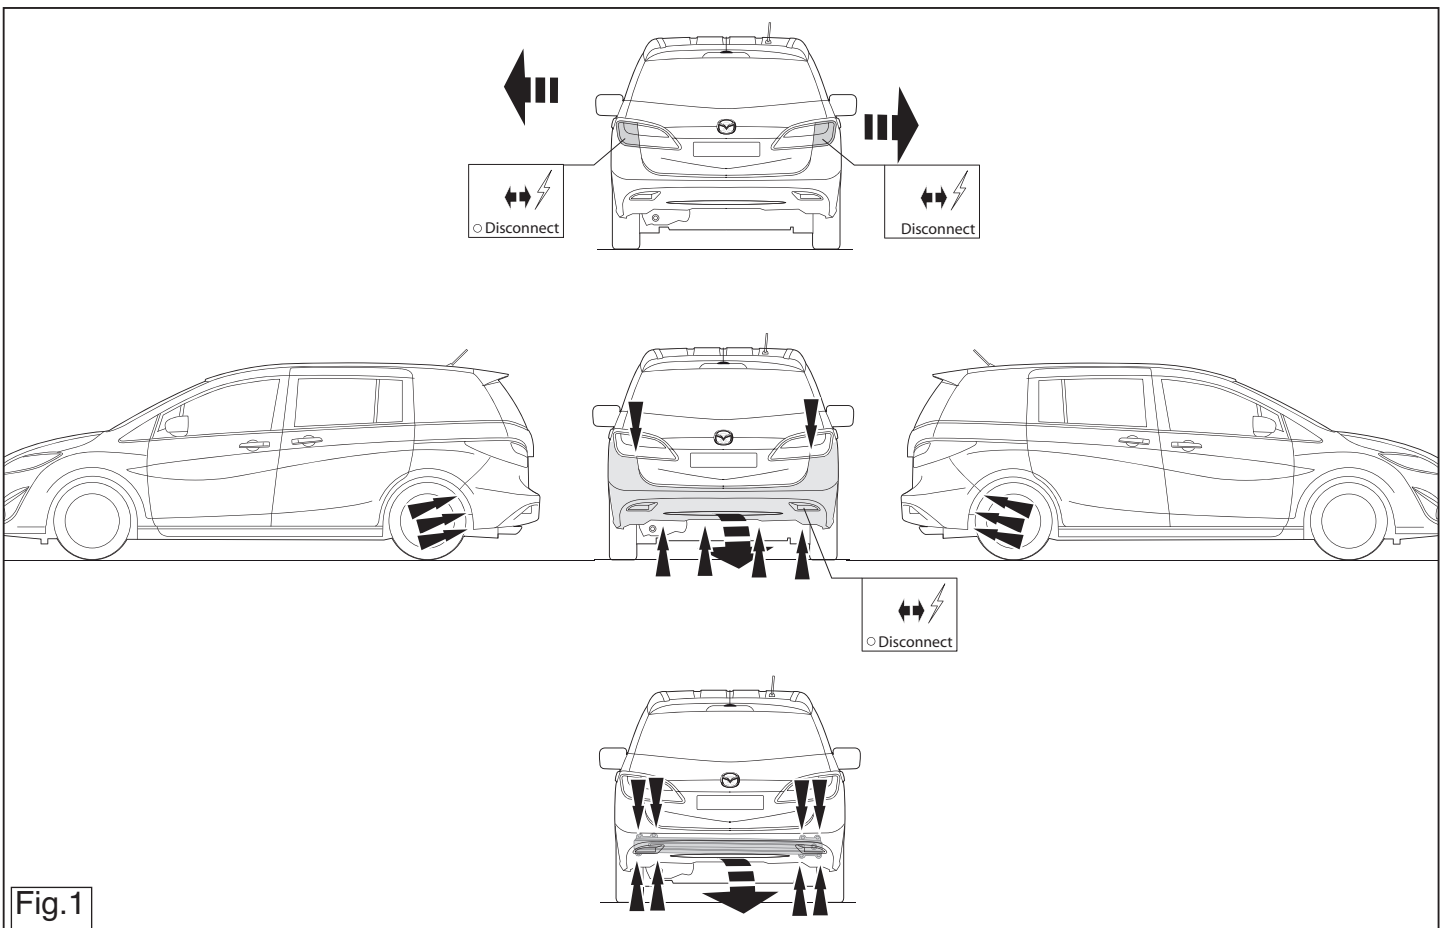

Fig.1
1. Снять бампер вместе со стальными буферными брусьями автомобиля буферными инструментами. Поместить бампер на место. См. рисунок 1.
1. Remove the bumper and the steel buffer beam from the vehicle. The buffer beam will no longer be needed. Replace the nuts. See figure 1
1. Die Stoßstange einschließlich des stählernen Stoßbalkens vom Fahrzeug abmontieren. Der Stoßbalken wird nicht mehr benötigt. Die Muttern wieder anbringen. Abbildung 1.